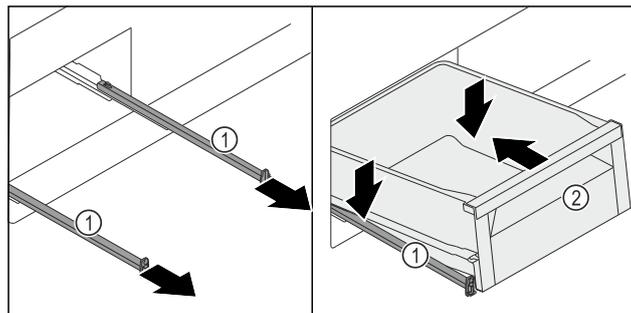

Fig. 123
- ▶ Sortir les rails Fig. 123 (1).
- ▶ Maintenir les rails *Fig. 123 (1)* et installer le tiroir *Fig. 123 (2)* incliné du haut sur les rails *Fig. 123 (1)*.
- ▶ Pousser le tiroir *Fig. 123 (2)* sur les rails *Fig. 123 (1)* vers l'arrière jusqu'en butée.